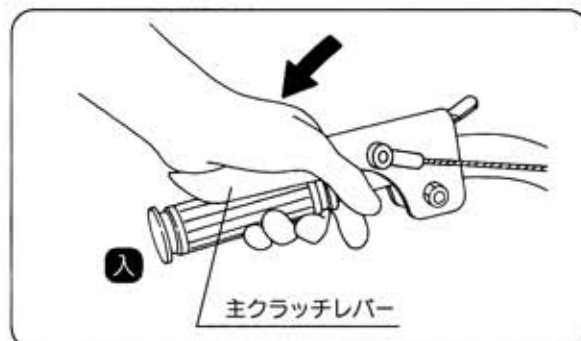

図15
- ②左手で主クラッチレバーをゆっくり握るとクラッチが入ります。(図15)
- ③坂道や凸凹カーブの多い道路では高速運転をしないでください。